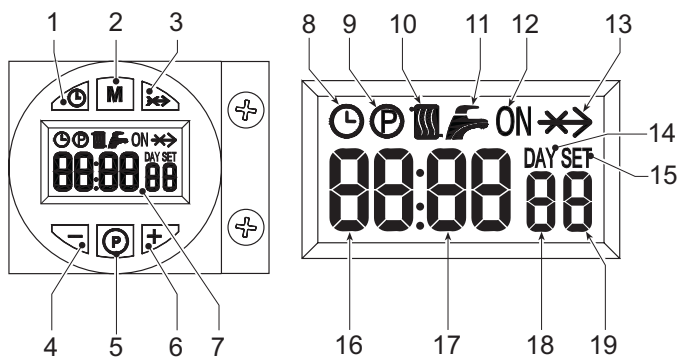

fig. 1 - Panoul de comandă
Hořák je vybaven špičkovým diagnostickým systémem. V případě poruchy hořáku displej (č. 7 - fig. 1) bliká a udává kód poruchy.
Některé poruchy mají za následek trvalá zablokování (jsou označena písmenem "A"): k obnově chodu stačí stisknout tlačítko "P" (č. 5 - fig. 1) na 1 vteřinu; jestliže se hořák nespustí, je nutné nejprve odstranit poruchu.
Cererea de încălzire (generată la închiderea contactului de pe bornele 7-8 (vezi fig. 14), în condiții de "default setting") este indicată de activarea simbolului caloriferului (det. 10 - fig. 1).
- Apăsați pe butonul pentru setarea zilei/a orei (det. 1 - fig. 1).
- Pe afișaj (det. 7 - fig. 1), simbolurile CEAS și ZI clipește intermitent: setați ziua curentă din săptămână cu ajutorul tastelor + și - (det. 4 și 6 - fig. 1), ținând cont de faptul că 1=luni, 7=duminică. Confirmați ziua apăsând pe butonul de setare a zilei/orei (det. 1 - fig. 1).
- Pe afișaj (det. 7 - fig. 1), cele două cifre ale OREI CURENTE și simbolul CEAS clipește intermitent: setați ora exactă cu ajutorul tastelor + și - (det. 4 și 6 - fig. 1), de la 00 la 23. Confirmați ora apăsând pe butonul setare zi/oră (det. 1 - fig. 1).
- Pe afișaj (det. 7 - fig. 1), cele două cifre ale MINUTELOR CURENTE și simbolul CEAS clipește intermitent: setați minutele exacte cu ajutorul tastelor + și - (det. 4 și 6 - fig. 1), de la 00 la 59. Confirmați minutele apăsând pe butonul setare zi/oră (det. 1 - fig. 1). Funcționarea Încălzire Automată, Manuală On, Manuală Off
Apăsând pe butonul de selectare a modului de funcționare (det. 2 - fig. 1) se poate seta:
- În timpul Funcționării Automate, pe afișaj (det. 7 - fig. 1) apare simbolul CEAS. Cererea de activare și de dezactivare a arzătorului depinde de programul săptămânal setat. În intervalul orar cerut, pe afișaj (det. 7 - fig. 1) apare și simbolul ON.
- În timpul Funcționării Manuale On, pe afișaj (det. 7 - fig. 1) apare numai simbolul ON. Arzătorul este mereu în cerere.
- În timpul Funcționării Manuale Off, pe afișaj (det. 7 - fig. 1) nu apare nici simbolul ON, nici simbolul CEAS. Arzătorul este stins.
Programul săptămânal este pre-setat cu 3 intervale orare de ON (activare) și 3 intervale orare de OFF (dezactivare): egale pentru fiecare zi din săptămână. În intervalul orar cerut, pe afișaj (det. 7 - fig. 1) apare simbolul ON.
1. Apăsați pe butonul Programare "P" (det. 5 - fig. 1)
2. Setati ziua care trebuie programată cu ajutorul tastelor + și - (det. 4 și 6 - fig. 1):
3. Apăsați pe butonul Programare "P" (det. 5 - fig. 1):
- Utilizați tastele + și - (det. 4 și 6 fig. 1) pentru a modifica începutul primului interval orar de ON; exemplu 06:00 Apăsați pe butonul Programare "P" (det. 5 - fig. 1)
- Utilizați tastele + și - (det. 4 și 6 fig. 1) pentru a modifica începutul primului interval orar de OFF; exemplu 09:00 Apăsați pe butonul Programare "P" (det. 5 - fig. 1)
- Utilizați tastele + și - (det. 4 și 6 fig. 1) pentru a modifica începutul celui de-al 2-lea interval orar de ON; exemplu 12:30 Apăsați pe butonul Programare "P" (det. 5 - fig. 1)
- Utilizați tastele + și - (det. 4 și 6 fig. 1) pentru a modifica începutul celui de-al 2-lea interval orar de OFF; exemplu 14:00 Apăsați pe butonul Programare "P" (det. 5 - fig. 1)
- Utilizați tastele + și - (det. 4 și 6 fig. 1) pentru a modifica începutul celui de-al 3-lea interval orar de ON; exemplu 16:00 Apăsați pe butonul Programare "P" (det. 5 - fig. 1)
- Utilizați tastele + și - (det. 4 și 6 fig. 1) pentru a modifica începutul celui de-al 3-lea interval orar de OFF; exemplu 23:30 Apăsați pe butonul Programare "P" (det. 5 - fig. 1)
11. Apăsați pe butonul de programare "P" (det. 5 - fig. 1) timp de 3 secunde, se iese din modul Programare.
Pentru a ajunge la meniul parametri, apăsați pe butonul Programare "M" (det. 2 - fig. 1) timp de 5 secunde. Este afișat parametrul "u01": identificat de mesajul SET 01. Apăsând pe butonul "P" (det. 5 - fig. 1) se poate derula lista parametrilor.
Pentru a modifica valoarea unui parametru este suficient să se apese pe tastele + și - (det. 4 și 6 - fig. 1): modificarea va fi salvată automat. După ce s-a modificat parametrul, trebuie să așteptați 3 secunde: data clipește intermitent și este salvată.